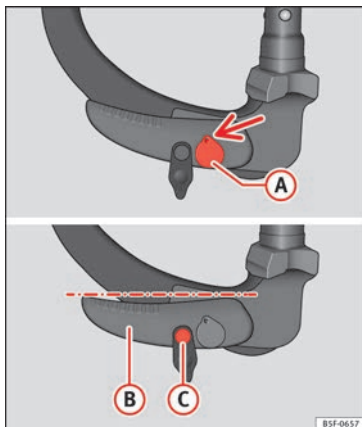

Fig. 223 Position de réserve : position du levier et de la broche de déverrouillage
- La clé (A) » fig. 223 se trouve en position de déverrouillage (la partie trouée de la clé est visible vers le haut).
- Le levier (B) » fig. 223 se trouve en position inférieure.
- Il est possible de déplacer la broche de déverrouillage (C) » fig. 223.